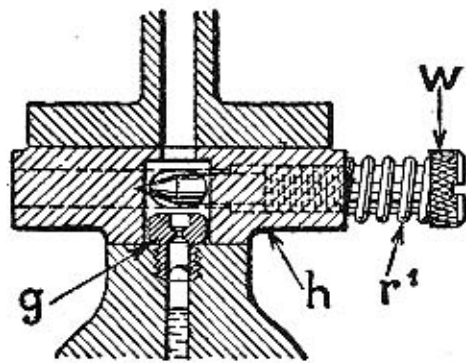

Abb. 7
2. Regulierung des Leerlaufes des Motors: Diese Arbeit setzt sich zusammen aus der Bestimmung der Größe der Leerlaufdüse g sowie Festlegung der Stellung der Leerlaufregulierschraube Abb. 7 und 8.
der Leerlaufdüse g und der Leerlaufbegrenzungsschraube Z für die Regulierung des Leerlaufs des Motors haben die Vergaser der Type BF mit automatischer Startvorrichtung eine Leerlaufregulierschraube W (Abbildung 7 und 8), welche dazu dient, den Anreicherungsgrad des Leerlaufgemisches zu regulieren. Ist das Gemisch im Leerlauf ungenügend, d. h. zu wenig Brennstoff vorhanden, so wird der Motor unregelmäßig laufen und zum Schluß stehenbleiben. Durch Zudrehen der Leerlaufregulierschraube kann man die Luftzufuhr für das Leerlaufgemisch drosseln und dadurch den Brennstoffgehalt erhöhen; durch die richtige Zusammensetzung des Leerlaufgemisches wird ein